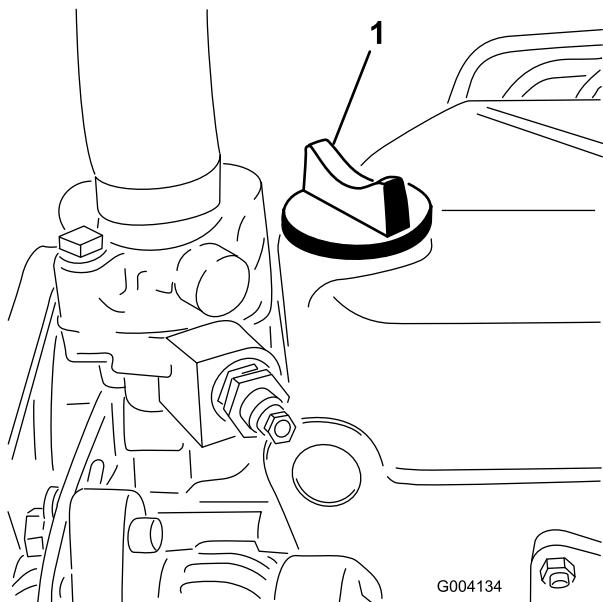

Figure 22
5. Si le niveau n'atteint pas le repère maximum, enlevez le bouchon de remplissage (Figure 22) et faites l'appoint jusqu'à ce que le niveau atteigne le repère MAXIMUM sur la jauge. **Ne remplissez pas excessivement.**